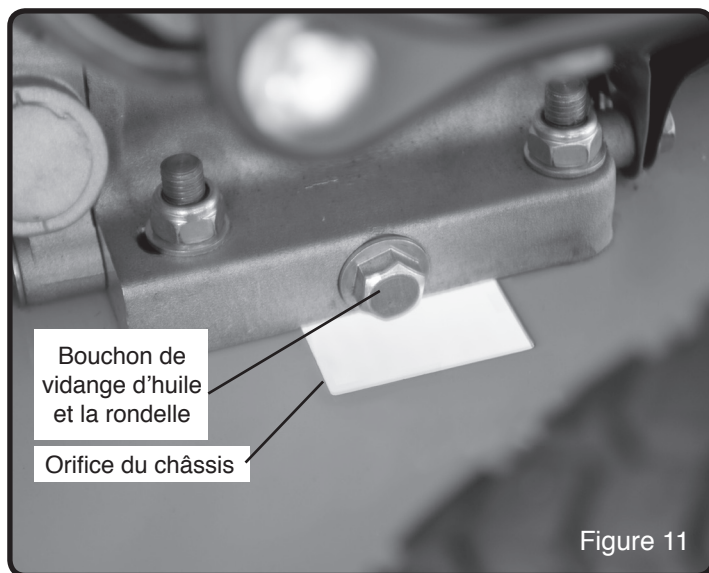

Figure 11
**REMARQUE :** Référez à la Figure 11 en suivant les étapes suivantes :